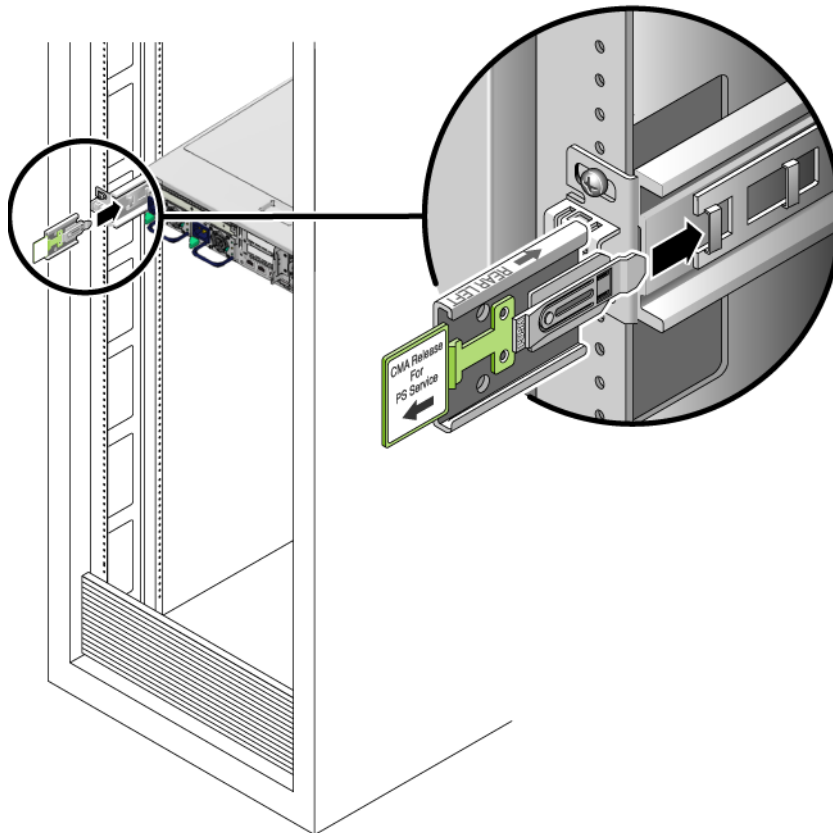

ABBILDUNG 2-8 Einfügen der Schienenverlängerung der Kabelführung in das hintere Ende der linken Schiene
1. Führen Sie auf der Rack-Rückseite die Schienenverlängerung der Kabelführung in das Ende der linken Schienenbaugruppe ein (ABBILDUNG 2-8).